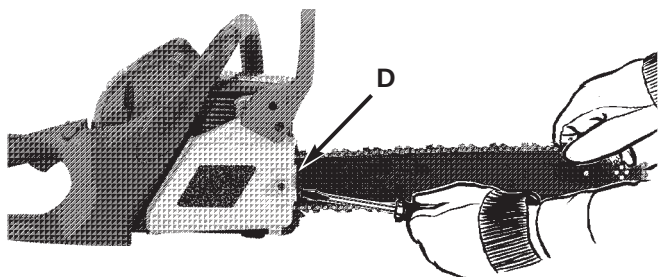

Fig. 22
1. Détachez l'écrou de barre, tenir le guide-chaîne à l'horizontale et serrer la vis (D) en tournant A DROITE pour augmenter la tension de la chaîne. Pour diminuer la tension, tourner la vis de réglage VERS LA GAUCHE. S'assurer que la chaîne est bien ajustée tout au long du guide-chaîne (Fig. 22).